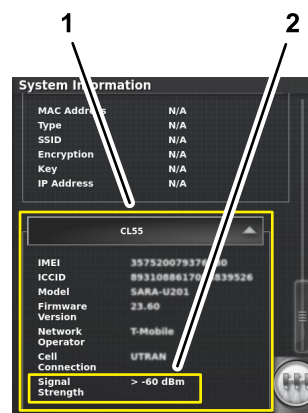

Figura 211
2. No ecrã de informações do sistema, utilize a barra de deslocação para navegar até ao ícone CL55 (Figura 211).
3. Pressione o ícone CL55 para mostrar a intensidade do sinal do modem (Figura 211), e verifique se está entre -60 dBm e -99 dBm.